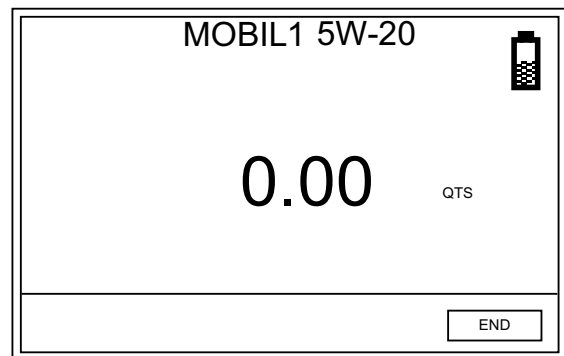

ABB. 31
4. Wenn der Abgabevorgang beendet ist, drücken Sie die EINGABE-Taste in der Mitte des Zähler-Tastenfelds, um ENDE auszuwählen (ABB. 31).